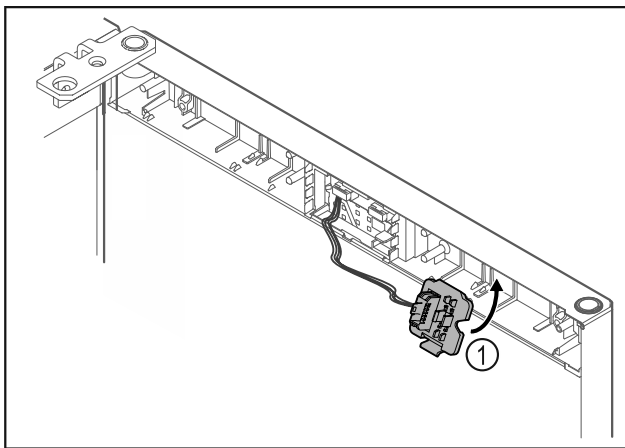

Fig. 19
- Sett pluggholderen Fig. 19 (1) fast på motsatt side.